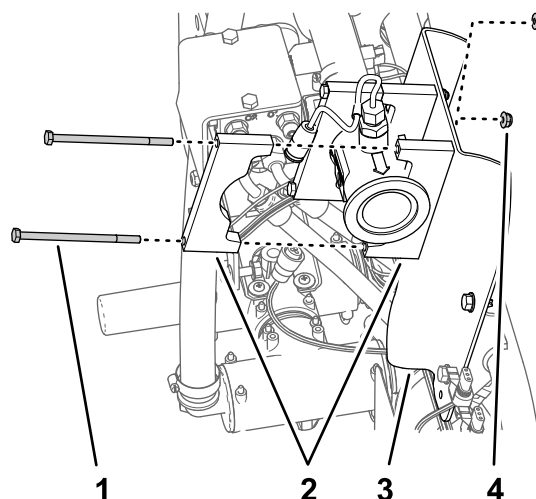

Figura 75
3. Allineate 2 metà del morsetto di supporto tra il flussometro e la relativa staffa e allineate i fori nelle metà del morsetto con i fori nella staffa (Figura 75).
4. Allineate una metà del morsetto di supporto sulla parte posteriore del flussometro con una delle metà del morsetto che avete montato al passaggio 3 (Figura 75).
5. Montate entrambe le metà del morsetto sulla staffa del flussometro (Figura 75) con 2 bulloni ($\frac{1}{4}$ " x $4\frac{1}{2}$ ") e 2 dadi di bloccaggio flangiati ($\frac{1}{4}$ ").